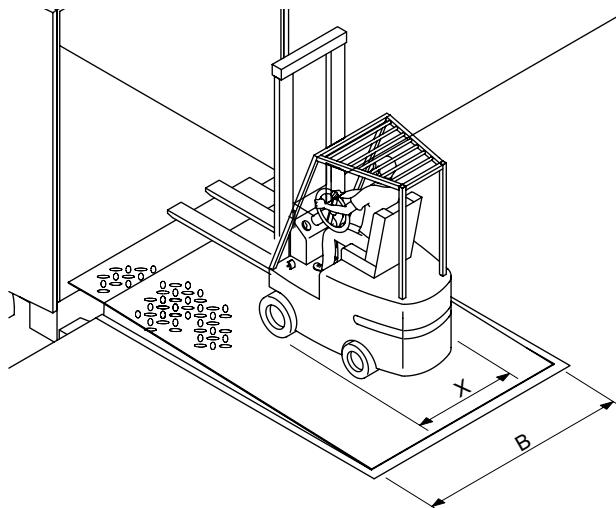

Рис. 5. Ограничения по эксплуатации погрузочных средств
- Не превышайте максимальную нагрузку на платформу (указанную в паспорте изделия) 60 кН или 100 кН. Максимальная нагрузка соответствует сумме веса погрузчика, весов перевозимого груза и водителя. Разрешается использование погрузочного оборудования (погрузчики, электрические тележки, гидравлические ручные тележки и т. п.), у которого максимальная ширина расположения колес **X** меньше ширины платформы **B** как минимум на 700 мм (рис. 5). При этом контактные поверхности небольшого размера у небольших и жестких колес могут вызвать серьезные деформации платформ, не рассчитанных на такие нагрузки. Подобная деформация (колея) является допустимой в соответствии с указанными в стандарте EN 1398 предельно-допустимыми значениями.